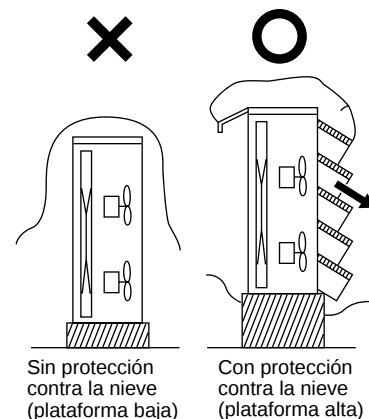

Fig. 2-10
En regiones con mucha nieve y fuerte viento, pueden darse los siguientes problemas cuando la unidad exterior no se dote de una plataforma y un conducto contra la nieve (Fig. 2-10):
- (1) La plataforma debe ser más alta que la profundidad máxima de la nieve. (Fig. 2-10)
- (2) Las 2 patas de anclaje de la unidad exterior deben utilizarse para la plataforma, y ésta debe instalarse debajo del lado de entrada de aire de la unidad exterior.
- (3) Los cimientos de la plataforma deben ser sólidos y la unidad debe fijarse con pernos de anclaje.
- (4) Si la instala en un lugar del techo sometido a fuertes vientos, deberán tomarse contramedidas para evitar que se vuelque la unidad.